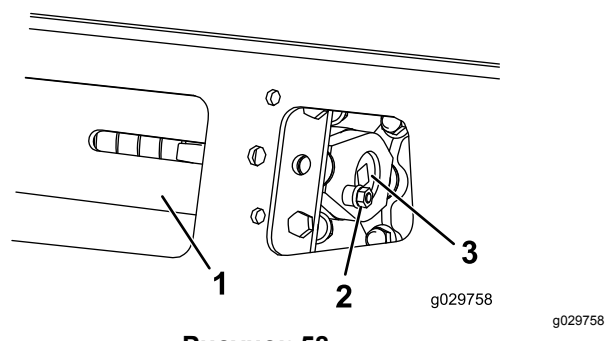
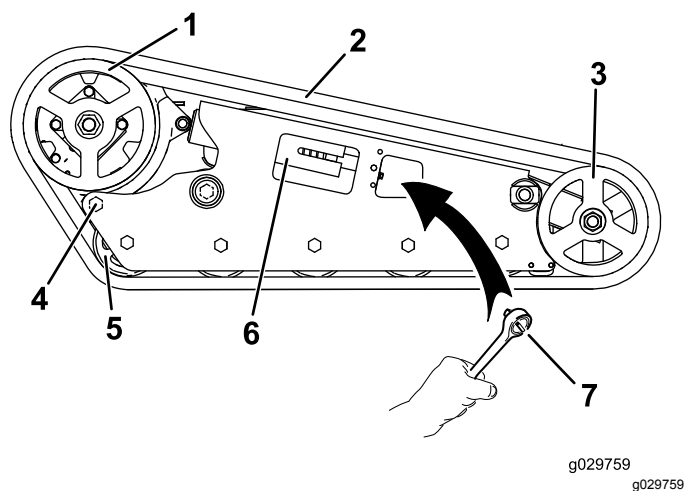

Рисунок 58
Рисунок 59
4. Отвинтите зажимной болт и гайку (Рисунок 58).
6. Совместите ближайшую выемку в натяжном винте с отверстием в зажимном болте и закрепите винт при помощи зажимного болта и гайки (Рисунок 58).
5. Используя ключ с храповым механизмом на 1/2 дюйма, ослабьте натяжение привода, вращая натяжной винт по часовой стрелке (Рисунок 58 и Рисунок 59).
- Ослабьте задний болт, расположенный возле ведущего колеса (Рисунок 59).
- Когда гусеница будет снята с переднего катка, снимите ее с ведущего колеса и опорных катков (Рисунок 59).
- Начиная с ведущего колеса, проложите вокруг него новую гусеницу, убедившись, что выступы на гусенице входят в зазор между проставками на колесе (Рисунок 59).
- Протолкните гусеницу под опорные катки и одновременно между ними (Рисунок 59).
- Используя ключ с храповым механизмом на ½ дюйма, поверните натяжной винт против часовой стрелки, пока он не дойдет до упора (Рисунок 58).
- Отвинтите зажимной болт и гайку (Рисунок 58).
- Используя ключ с храповым механизмом на ½ дюйма, ослабьте натяжение привода, вращая натяжной винт по часовой стрелке (Рисунок 58 и Рисунок 59).